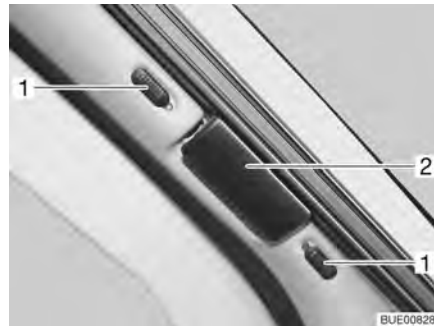
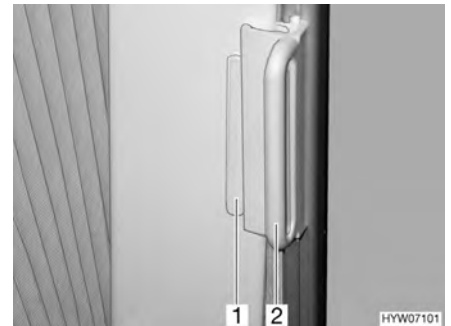

Bild 62 Plisségardin för vindrutan
Bild 63 Plisségardiner på förar- och passagerarfönstren
- Skjut upp eller ned låsknapparna (Bild 62,1) på plisségardinen för framrutan. Låset är öppet när den röda punkten syns.
- Håll i plisségardinernas handtag (Bild 62,2 och Bild 63,2) och drag försiktigt för dem tills att magnetlåset håller plisségardinen stängd.
- Drag, på plisségardinerna för förar-/och passagerarfönstret, handtaget (Bild 63,2) över kanten (Bild 63,1). Plisségardinen är säkrad.